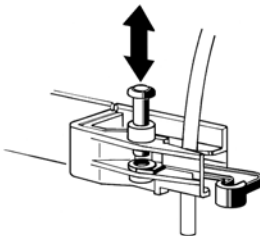

figure 13
- 6 - Lorsque le distributeur n'est pas utilisé, vous pouvez bloquer les robinets et appuyant sur le butoir situé sur le robinet (voir figure 13).